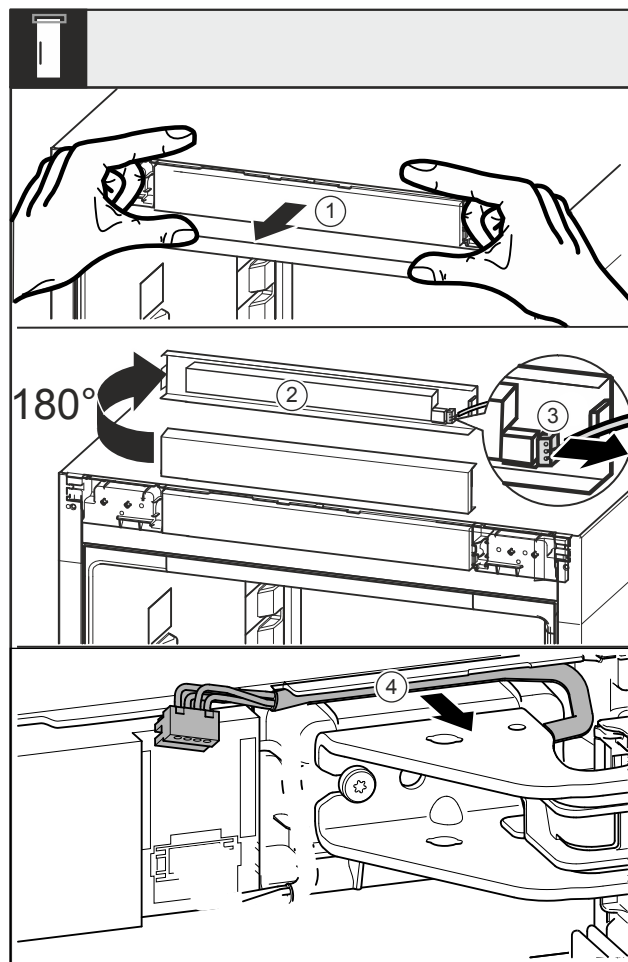

Fig. 6
- Retirer le cache Fig. 6 (1) vers l'avant.
- Tourner le cache Fig. 6 (2) de 180° vers le haut.
- Pousser l'ergot du connecteur Fig. 6 (3) vers l'arrière et retirer avec précaution le connecteur.
- Retirer le câble Fig. 6 (4) du guide par le support de palier.